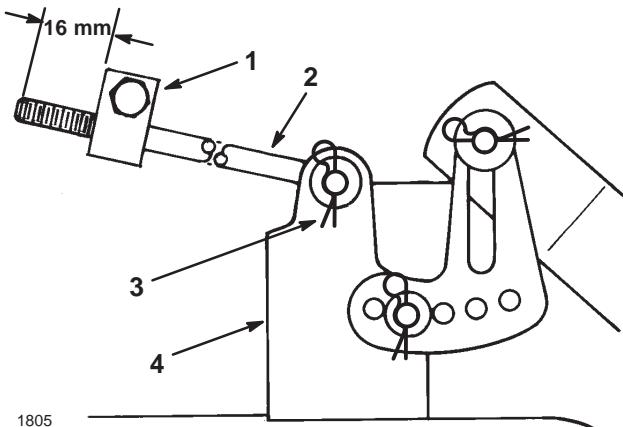

Bild 49
5. Messen Sie die Länge der Stange, die vorne aus dem Einstellblock an den Seiten des Chassis heraussteht (Bild 49). Entfernen Sie, wenn die Länge der Stange nicht 16 mm beträgt, den Splint und die Scheibe vom Ende der Stange (Bild 49) und drehen die Stange, bis die Länge von 16 mm erreicht ist. Bringen Sie dann das Ende der Stange im Loch im Schneidwerkträger an und sichern es mit einer Scheibe und dem Splint ab. Wiederholen Sie diesen Vorgang an der anderen Schneidwerkseite.